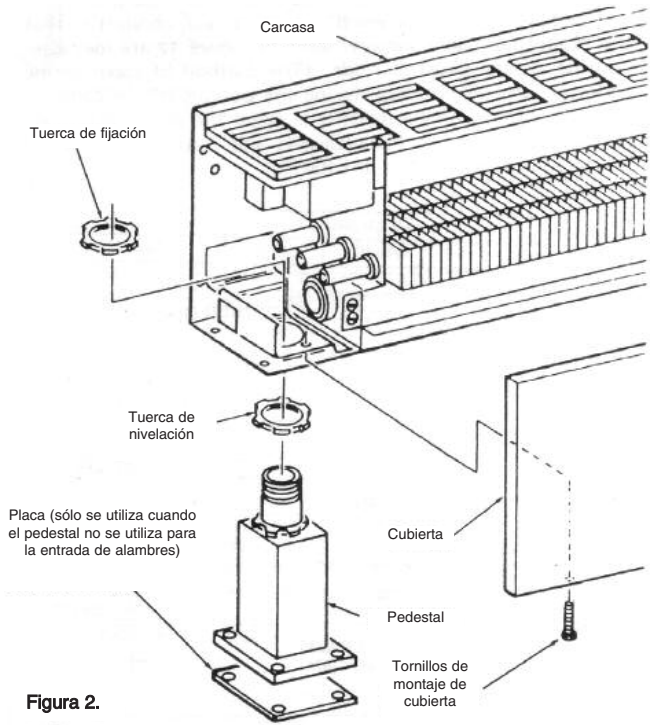

Figura 2.
- Nota-** Cuando el pedestal no se utiliza para la entrada de alambres, la base del pedestal debe cubrirse con placa (suministrada con el pedestal). Vea la Figura 2.
- Los calefactores básicos están precableados y pueden conectarse al circuito de derivación en cualquier extremo. Los calefactores con controles están precableados para conexión con el circuito de derivación en un (1) extremo únicamente (consulte el diagrama de cableado del calefactor), sin embargo, el calefactor puede cablearse desde el extremo opuesto tendiendo los alambres a través del conducto superficial de alambres del calefactor.
6. Coloque nuevamente la cubierta delantera y asegure con los tornillos de montaje. (Véase la Figura 2).
1. Remueva la cubierta delantera removiendo los tornillos de montaje (Figura 2).
6. Coloque nuevamente las cubiertas delanteras y asegure con los tornillos de montaje. (Figura 2).